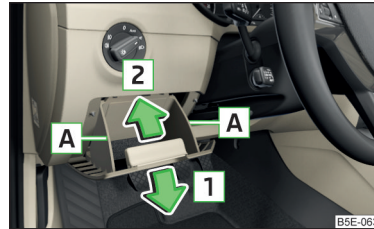

Abb. 350
- Das Ablagefach seitlich im Bereich **A** fassen und durch Ziehen in Pfeilrichtung **1** aufklappen (zum Aufklappen ist ein erhöhter Kraftaufwand notwendig) » Abb. 350.